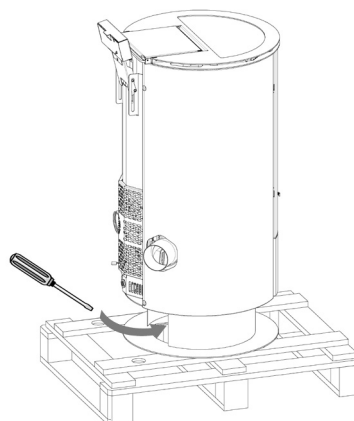

Fig. 2 - Borttagning af skruerne (model Flute)
- For modellen **FLUTE**: Fjern skrueerne, placeret inde i soklen, der holder ovnen fast på pallen. (se **Fig. 2**).